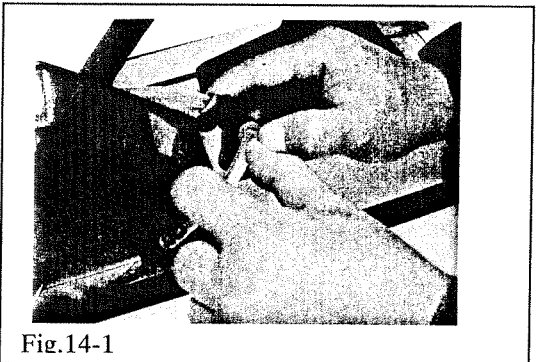

Fig.14-2
- Retirer le carter de protection en dévissant les 2 vis de fixations (fig.14-2).
- Remonter le carter de protection en vissant les 2 vis de fixations (fig.14-2).